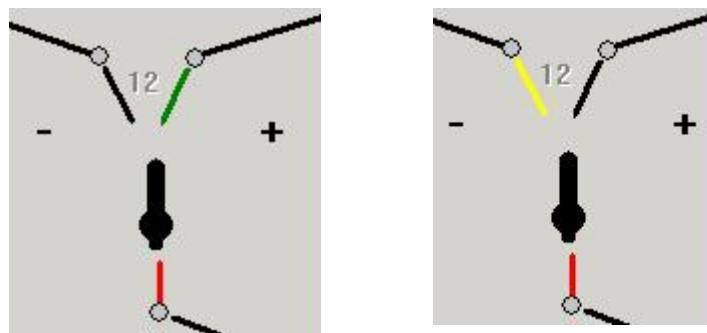

Рис.23
- красные лампочки стрелочных изолированных участков загораются при занятии последних подвижным составом или при неисправности этих участков (рисунок 23);
2.2.4. Стрелочные рукоятки служат для индивидуального управления (перевода) стрелками. Стрелочные рукоятки стрелок, включенных в ГАЦ-КР, имеют три фиксированных положения: среднее, в котором рукоятки должны находиться при работе ГАЦ-КР, и крайние при ручном управлении стрелкой. У каждой стрелочной рукоятки имеются две контрольные лампочки: зеленая и желтая. Зеленая служит для контроля плюсового положения стрелки, желтая – для минусового (рисунок 23).